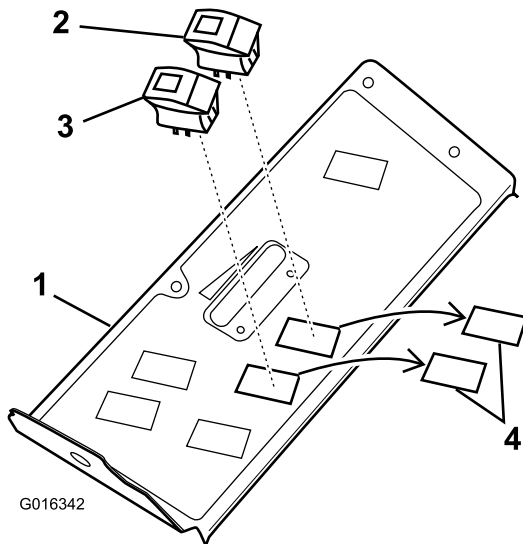

Bild 2
2. Entfernen Sie die zwei Blenden, die sich ganz vorne an der Maschine unter dem Schild befinden (Bild 2).
3. Setzen Sie den Hauptschalter und den Warnblinkschalter ein, wie in Bild 2 dargestellt.